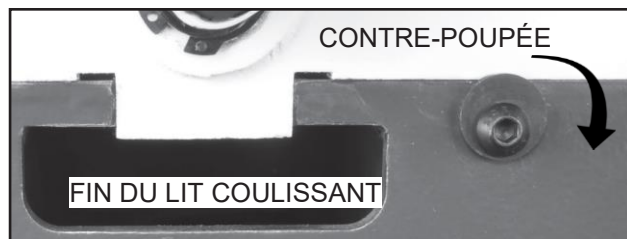

FIG. 5
- À l'extrémité droite du lit coulissant, avec une clé hexagonale de 5 mm, desserrez le boulon (# C25) de sorte que la rondelle d'arrêt décalée (# C7) pivote sous la surface du lit. Fig.5.